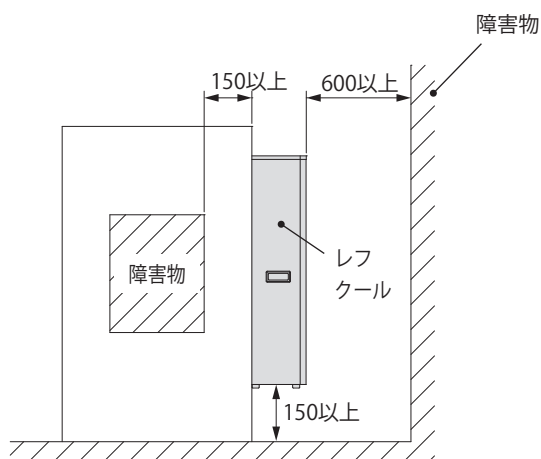

図1 障害物からの距離
- ・ 吸気口および排気口の通風を妨げたり塞がないよう、また、排気が直接本製品吸気口に流入しないように取付位置に注意してください。能力低下と結露の原因になります。障害物からの距離をキャビネット外側で 600mm 以上、キャビネット内側で 150mm 以上離すことをおすすめします。(図 1)